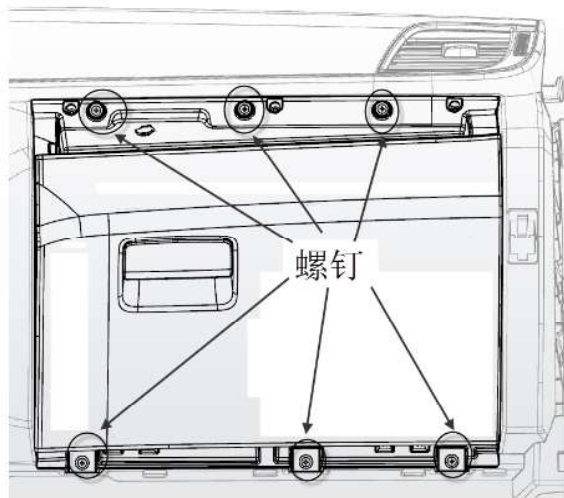

图 1-25 杂物箱总成示意图
(1) 将杂物箱开启到极限；
(2) 用十字螺丝刀拆卸下图 1-25 所示的 6 个螺钉；
(3) 延朝向身体方向水平向内拉杂物箱，即完成杂物箱的拆卸。
(1) 拆卸上本体总成前需先将组合仪表罩，组合仪表，组合开关罩，中盖板，左、右装饰盖板，A柱上护板，A柱上护板盖板，主、副驾安全气囊等件拆除，并断开连接在仪表板上本体上的接插件；
(2) 用套筒拆卸仪表板上本体左右共两个六角头螺栓和大垫圈组合件（Q150B0620T1F61K+Q40206）；
(3) 用十字螺丝刀拆卸 8 个十字槽大圆头自攻螺钉（Q2734216F3A）；
(4) 用头部缠绕柔性胶带（或其它柔性产品）的一字螺丝刀小心撬起图 1-25 所示的三个卡扣，当所有卡扣都已脱开时，缓慢向上翻转上本体，使卡脚完全脱出。
(5) 向上旋转仪表板上本体一定角度，
(3) 然后向下旋转上本体，注意上本体的三个卡扣卡脚（图 1-25 所示）卡入下本体，待卡扣卡脚卡入下本体，螺钉孔处限位柱卡入下本体，然后拍紧卡扣；
(4) 打紧左右上角的螺栓，然后打紧螺钉，接插好接插件。